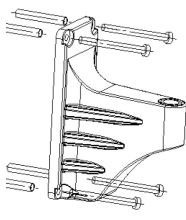

Fig.1
4. Schroef de beugel met de vier zelftappende schroeven goed vast (Afb. 1)